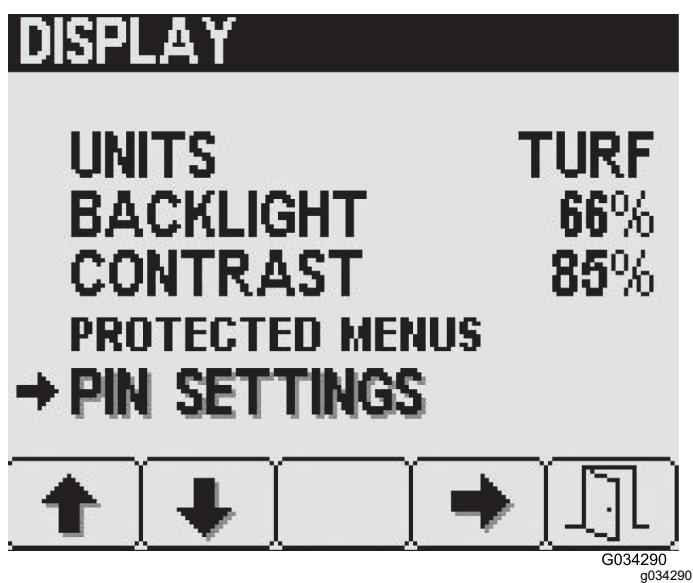

図 23
- 表示画面のボタン 1 と 2 で PIN 設定オプション間の移動 図 23。
- ボタン 4 を押して PIN 設定サブメニューを選択 図 23。